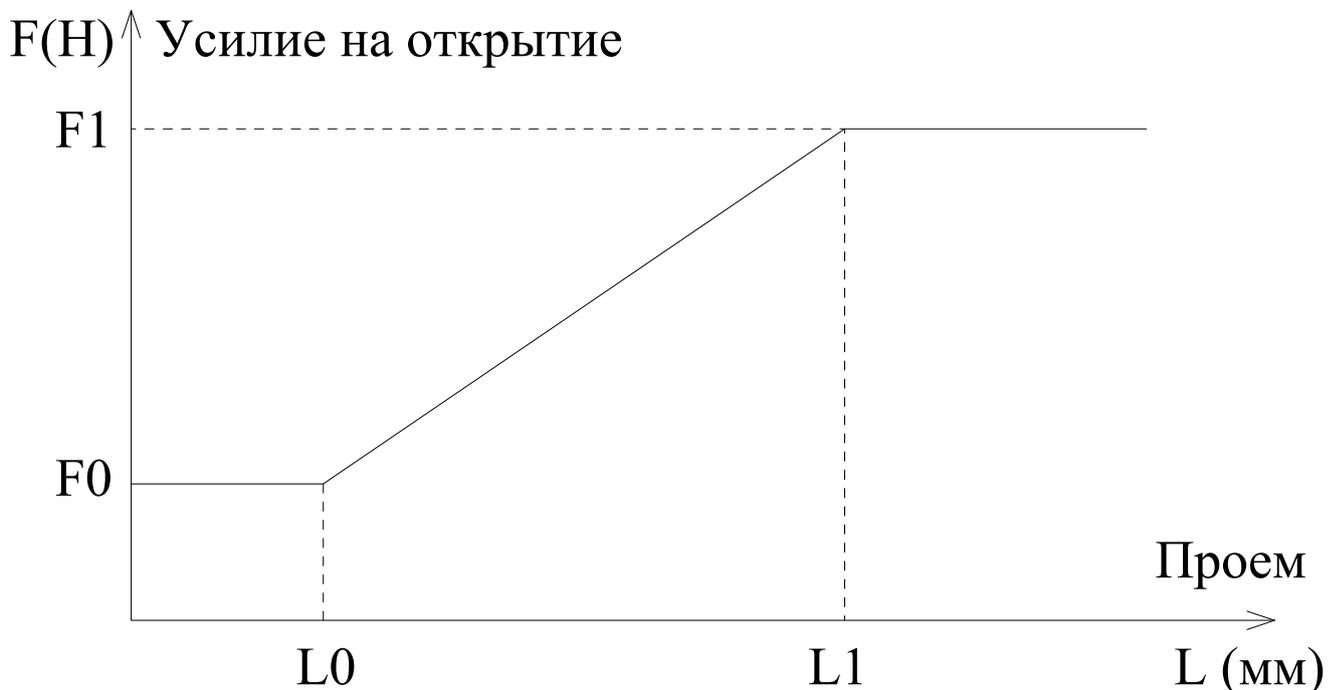

Рис. 7. Зависимость усилия на открытие от величины проема при автоматической установке сил после измерения проема ($F=f(L)$).
3.6.9.1. В параметрах **ТР.40 - ТР.44** – находятся параметры установки сил на открытие в зависимости от величины проема. Характеристика $F=f(L)$ зависимости общего усилия на открытие Fallo от величины проема L при автоматической установке сил после измерения проема показана на **рис.7**.